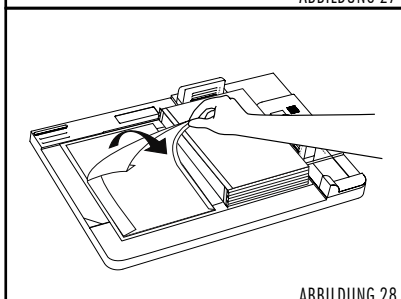
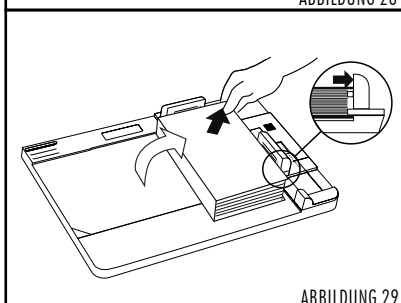

ABBILDUNG 28
ABBILDUNG 29
5. Lösen Sie nun die Klebestreifen von der linken Seite des Hardcover™ Umschlags (siehe Abbildung 28) und ziehen den Umschlag rüber zur rechten Seite. Achten Sie hierbei darauf, dass der Einband bündig mit den violetten Anlagevorrichtungen oben und rechts abschließt (siehe Abbildung 29). Nehmen Sie nun das fertige Buch aus dem Bindepult und streichen Sie über das Vorsatzpapier, damit es fest mit der Klebefläche verbunden ist - fertig ist die Hardcover™ Premiumbindung.